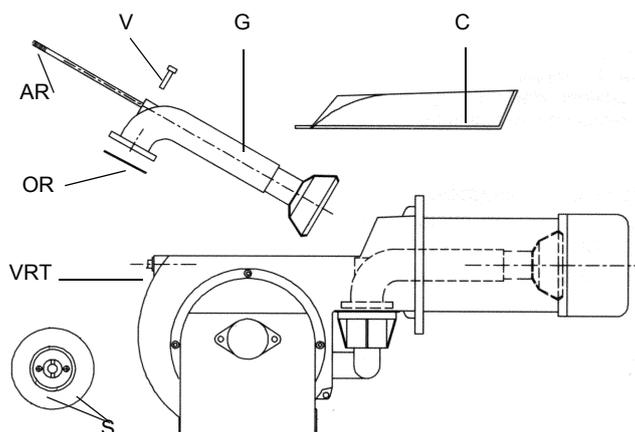

Рис. 35
- Демонтировать, проверить и почистить голову сгорания (см. Рис. 35).